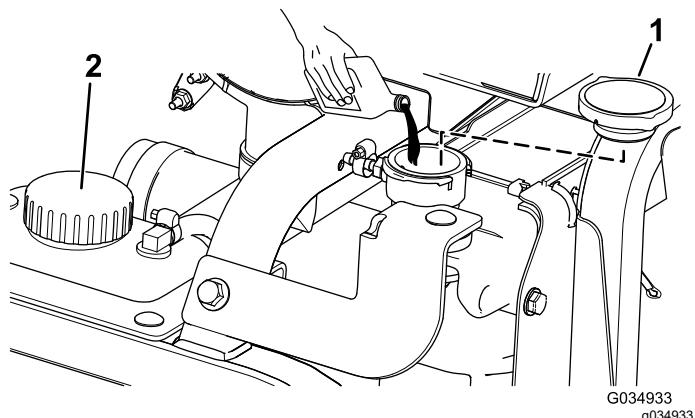

Figure 122
- Remplissez le radiateur de liquide de refroidissement jusqu'à ce qu'il atteigne le rebord de l'orifice de remplissage (Figure 122).